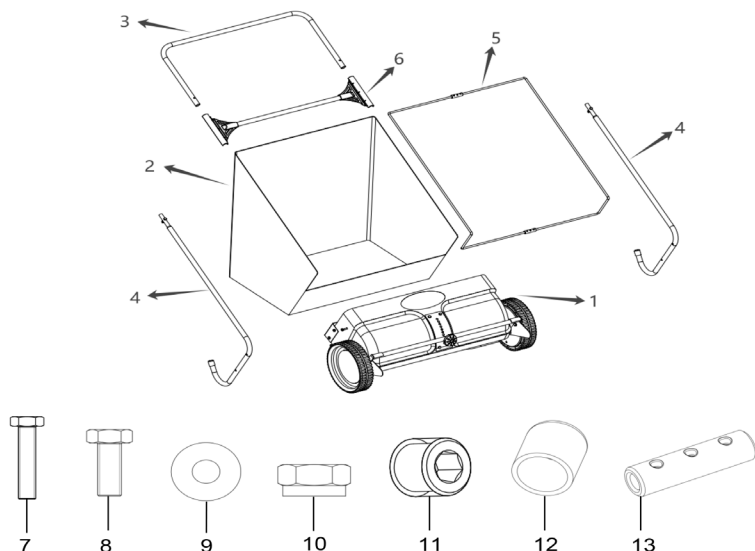
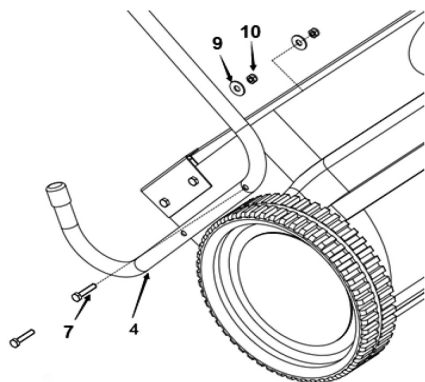

Рис. 4
Рис. 5
Прикрутите нижние части рукояток 4 (Рис. 4) к сборочно-подметальному узлу с помощью двух болтов (7), двух шайб (9) и двух гаек (10) на каждую из сторон (Рис. 5)